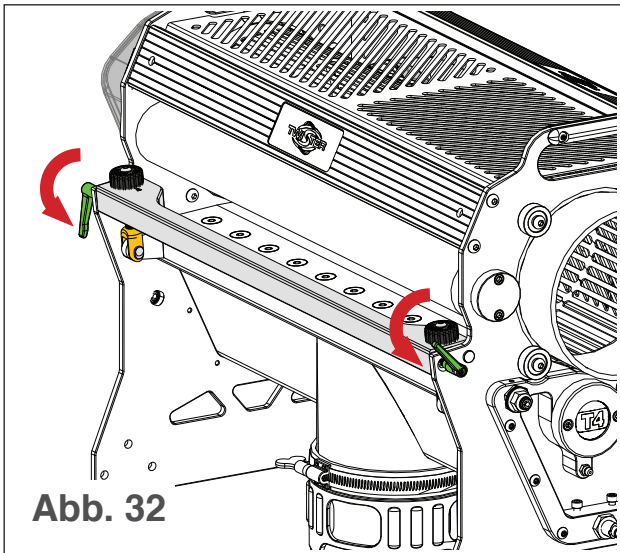

Abb. 32
- iii. Ziehen Sie die Verriegelungsknöpfe der Einstellstange heraus und drehen Sie sie so, dass sie gerade nach unten zeigen (siehe Abb. 32). Dadurch soll verhindert werden, dass sie beim Drehen des T4 brechen.